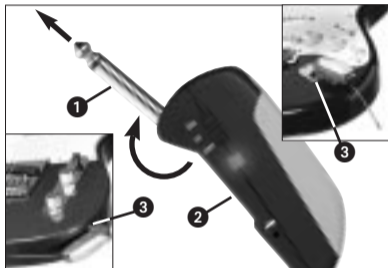

Abb. 3: Sender am Instrument befestigen
4.1 Sender befestigen (siehe Abb. 3)